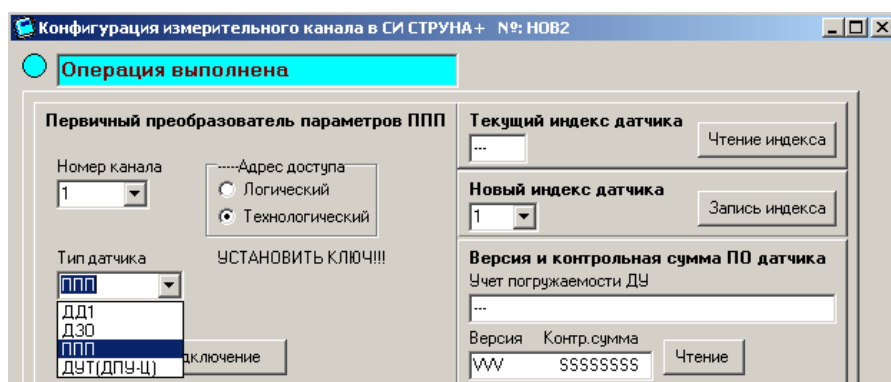
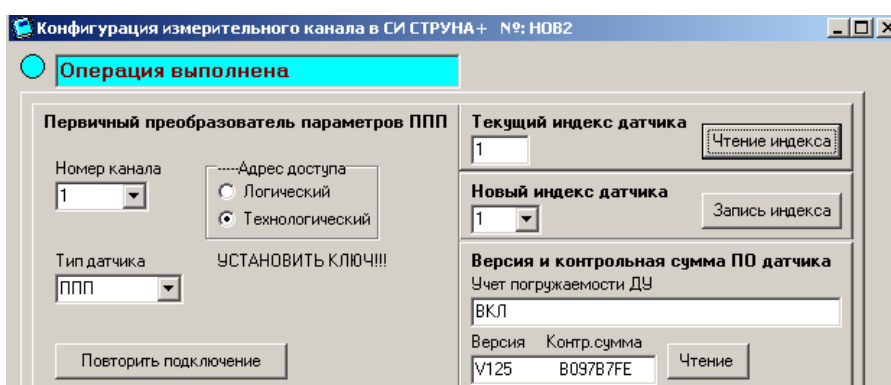

Рисунок 5.32
Рисунок 5.33
5.6.5.6 Выбрать тип датчика ППП (рисунок 5.32). Установить магнитный ключ к ППП1 канала 1 согласно приложению В. Нажать на кн. «Чтение». В результате при верной установке ключа на верхнем табло появится надпись «Операция выполнена» и справа версия ПО и контрольная сумма (рисунок 5.33). Нажать на кнопку «Чтение индекса». Под надписью «Текущий индекс датчика» должно появиться значение «1» (рисунок 5.33). Если текущее значение индекса адреса ППП1 не равно 1, то установить параметр «Новый индекс датчика» равный 1 и нажать на кнопку «Запись индекса».